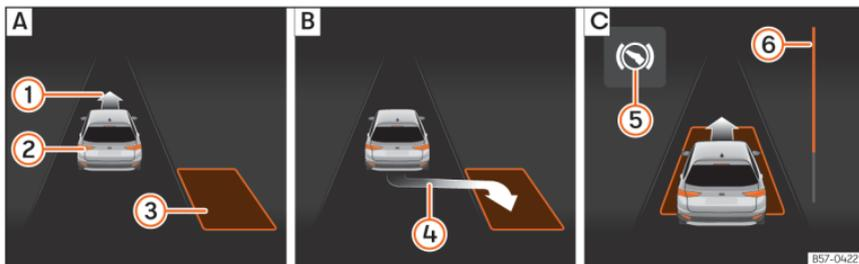
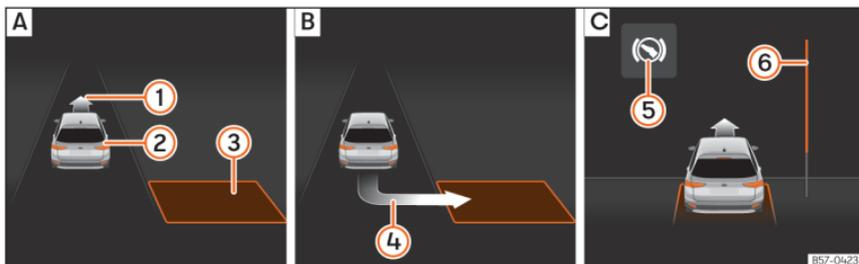

Abb. 199 Am Bildschirm des Kombi-Instruments: längs einparken. [A] Parklücke suchen. [B] Position zum Einparken. [C] Rangieren.
Abb. 200 Am Bildschirm des Kombi-Instruments: quer einparken. [A] Parklücke suchen. [B] Position zum Einparken. [C] Rangieren.
- Schauen Sie auf der Bildschirmanzeige im Kombi-Instrument, ob die Parklücke als „geeignet“ erkannt wurde und ob die korrekte Position zum Einparken » **Abb. 199** [B]
oder » **Abb. 200** [B] erreicht wurde. Die Parklücke wird als „geeignet“ betrachtet, wenn auf dem Bildschirm des Kombi-Instruments die Anzeige zum Einparken erscheint ④.
• Fahren Sie rückwärts, bis das Dauertonsignal des ParkPilot ertönt; **ODER:** fahren Sie zurück, bis auf dem Bildschirm des Kombi-Instruments die Anzeige für Vorwärtsfahren **» Abb. 199 [C]** oder **» Abb. 200 [C]** erscheint; **ODER:** fahren Sie zurück, bis am Bildschirm des Kombi-Instruments die Meldung **Park Assist beendet** erscheint. Die Fortschrittsanzeige **6** zeigt den zurückzulegenden Abstand an **» Seite 292.**
• Fahren Sie vorwärts, bis das Dauertonsignal des ParkPilot ertönt; **ODER:** fahren Sie vorwärts, bis am Bildschirm des Kombi-Instruments die Anzeige zur Rückwärtsfahrt erscheint. Der Parklenkassistent lenkt das Fahrzeug vorwärts und rückwärts bis es in der Parklücke zentriert ist **» Abb. 199 [C]** oder **» Abb. 200 [C].**
» Abb. 199 6 und **» Abb. 200 6** am Bildschirm des Kombi-Instruments zeigt symbolisch die noch zu fahrende relative Fahrstrecke an. Je länger die Distanz ist, desto größer ist der Füllstand des Fortschrittsbalkens. Bei Vorwärtsfahrt nimmt die Füllung des Fortschrittsbalkens nach oben ab und bei Rückwärtsfahrt nimmt die Füllung des Fortschrittsbalkens nach unten ab.